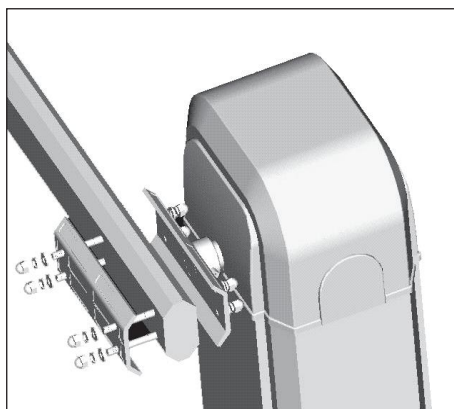

Рисунок 2
2. Встановлення стріли (Рисунок 2) _____